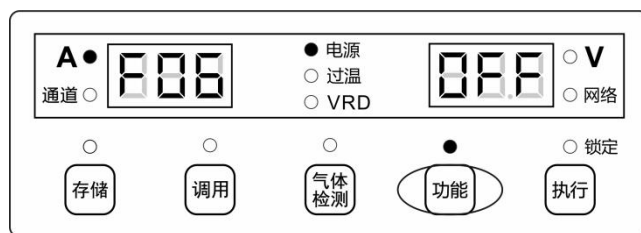

图 3-23 内部菜单 F06 设置界面
1. 进入内部菜单：长按**功能**按键进入内部菜单，左边数码管显示内部菜单代码，右边数码管显示内部菜单参数，如图 3-23 所示；